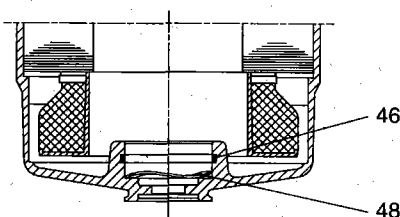

Fig. 1
Placer le joint torique, pos. 46, dans la rainure et monter le ressort ondulé, pos. 48, au fond du stator, voir fig. 1.